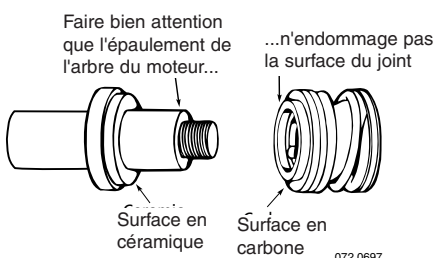

Figure 23 - Protéger les surfaces du joint
- 9° Glisser le joint rotatif (la surface en carbone en premier) sur l'arbre jusqu'à ce que la bague d'entraînement en caoutchouc vienne en contact avec l'épaulement du moteur (Figure 23).